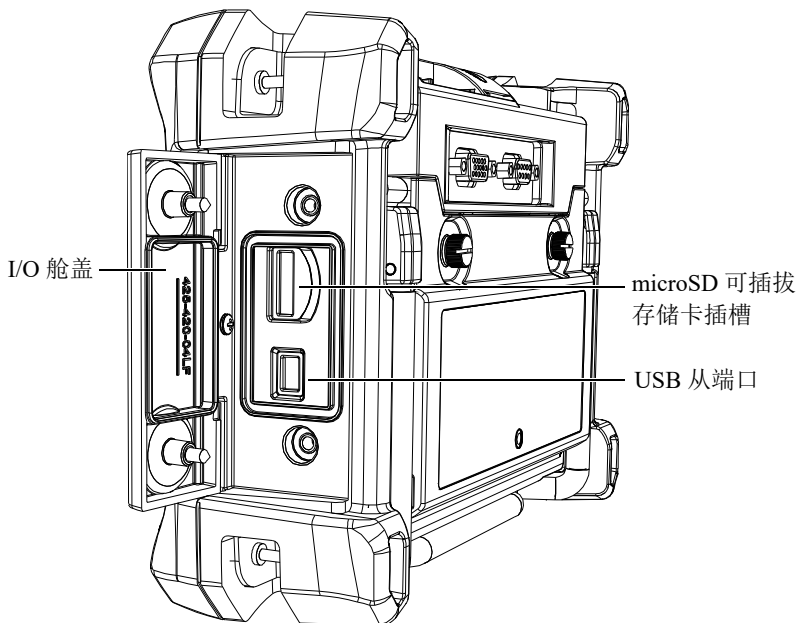

图 8-5 I/O 舱盖内的接口
1. 确保已将 microSD 存储卡插入到 Magna-Mike 8600 右侧 I/O 舱盖里面的专用插槽中（参见第 142 页的图 8-5）。